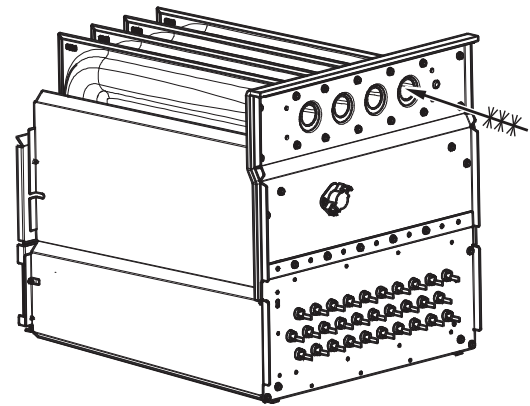

Fig. 68 – Nettoyage de la cellule de l'échangeur thermique
7. Nettoyez les ouvertures de l'échangeur thermique à l'aide d'un aspirateur et d'une brosse douce. Consultez la Fig. 68.